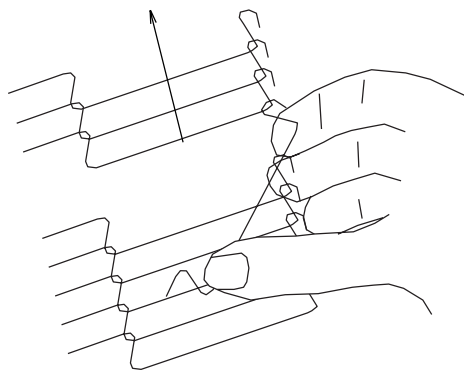

Figure 4-33.
N.B. : Les maillons maîtres extérieurs de gauche et droite. Le maillon maître de droite a un crochet ouvert qui vous regarde, comme montrée sur la Figure 4-33. Il coïncidera avec les bords extrêmes de la courroie du transporteur. N'oubliez pas que ce crochet se déplace en arrière dans le transporteur.